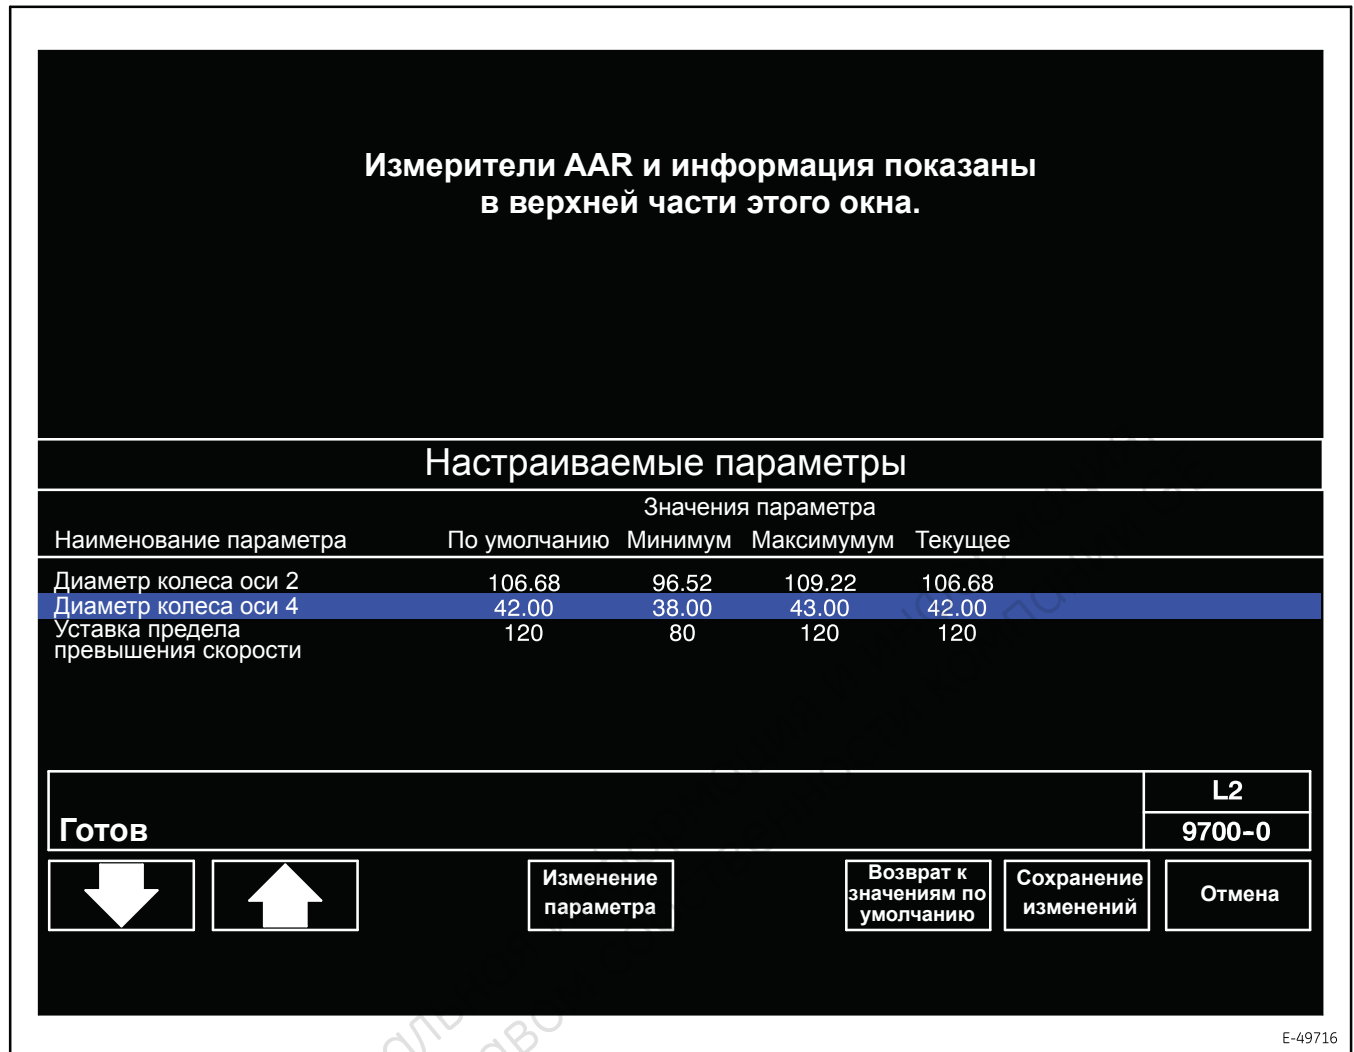
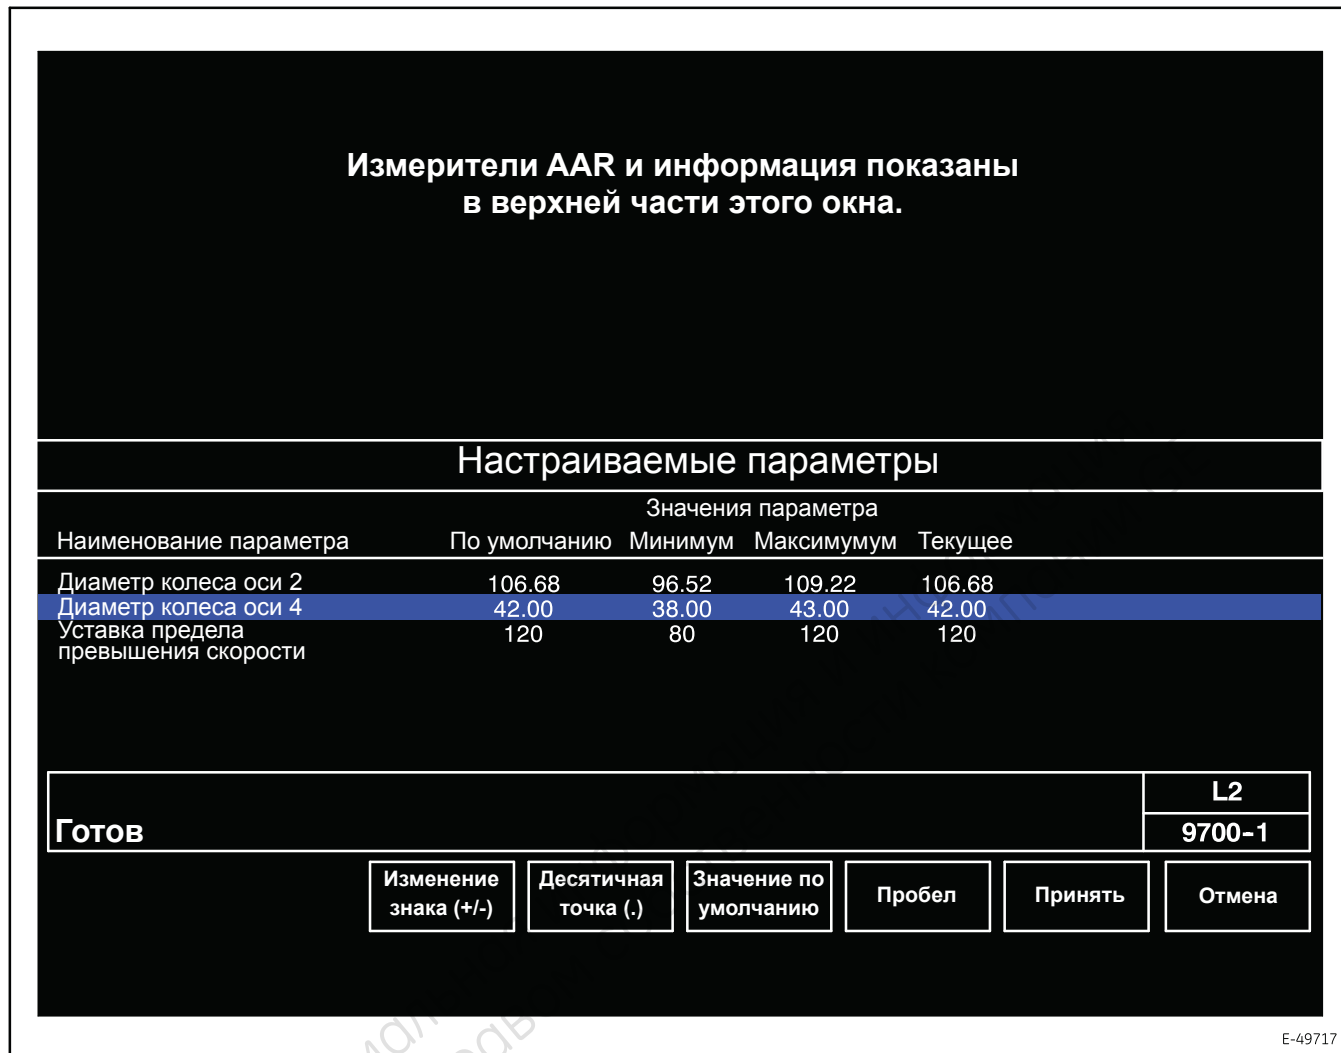

Рисунок 3. Экран Adjustable Parameters (Настраиваемые параметры) (9700-0) (Стандартный вид).
Рисунок 4. Экран *Modify Adjustable Parameters* (Изменить настраиваемые параметры) (9700-1) (стандартный вид).
- г. Нажмите экранную кнопку F3 **Adjustable Parameters (Настраиваемые параметры)**, чтобы перейти на экран Adjustable Parameters (Настраиваемые параметры) (9700-0, рис. 3).
- д. Измените или обновите эти параметры по мере необходимости, поскольку при загрузке программного обеспечения с использованием автозагрузочного диска установки будут сохранены. Выберите изменяемый параметр, нажав экранную кнопку F1 (**Стрелка вверх**) или F2 (**Стрелка вниз**). После этого нажмите экранную кнопку F4 **Modify Parameter (Изменение параметра)** для перехода на экран Modify Adjustable Parameters (Изменение настраиваемых параметров) (9700-1, Рисунок 4) и измените выбранный параметр. Пример экрана Adjustable Parameters (Настраиваемые параметры) (Рисунок 3) иллюстрирует изменение параметра Axle 2 Wheel Diameter (Диаметр диска на оси 2).